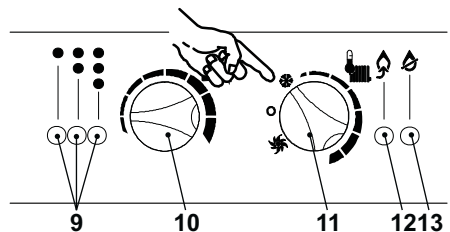

Fig. 6.3
- Gire el selector de función como indica la Fig. 6.3.